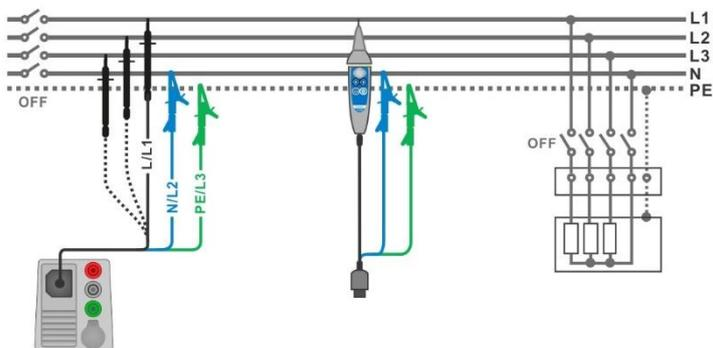

Figura 7.11: Conexión de una punta de prueba de tres hilos y la Punta Commander
- ▶ Conecte las puntas de prueba al objeto a prueba, vea la **Figura 7.11**). Se pueden usar la punta de prueba estándar de tres hilos, el cable de prueba schuko o la Clavija / Punta Commander .